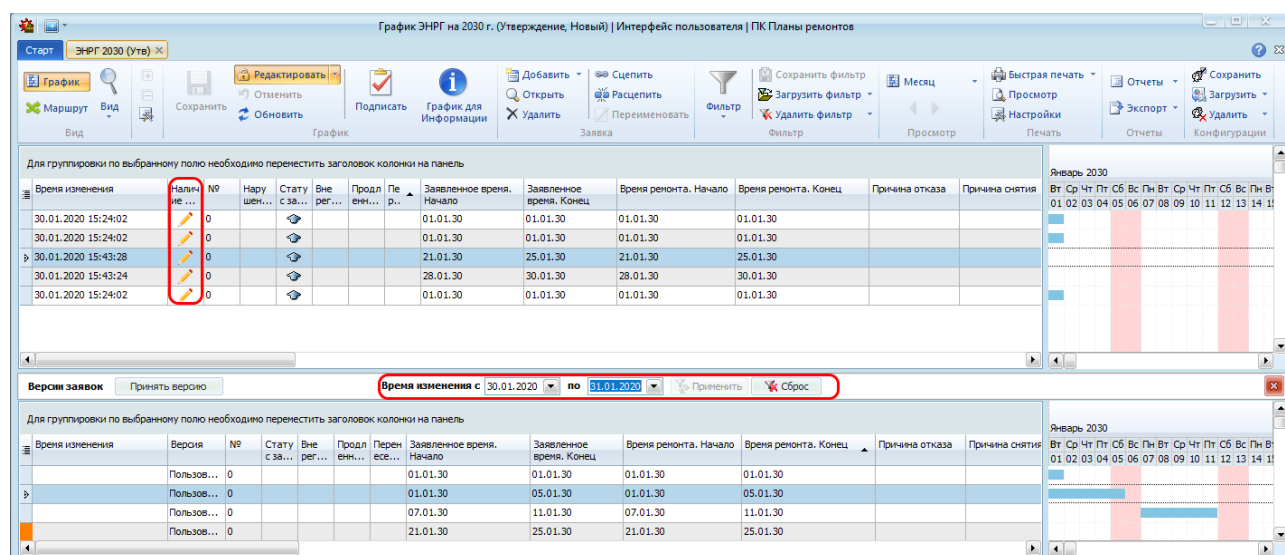

Рисунок 10.142 – Отображение индикации о наличии изменений за выбранный интервал времени
- если за указанный интервал времени есть версии, то предполагается, что ПРЗ была изменена или создана. В поле отображена пиктограмма «» (Рисунок 10.142).